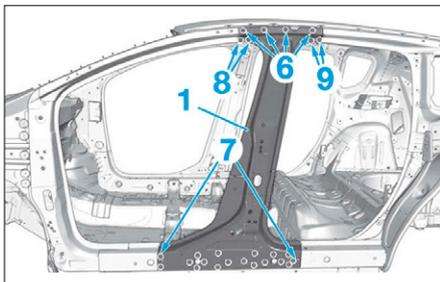

FIG. 90
- par points bouchons MAG en (2) et (3) (Fig.90),
- par points électriques en (4) et (5).